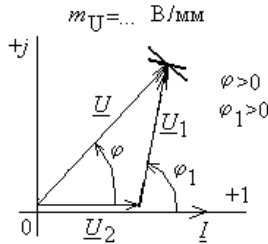

Рис. 3.4
3. Вычислить напряжение на сопротивлении  $R_2$ :  $U_2 = IR_2$ . Записать его величину в табл. 3.3. Выбрать масштаб векторов напряжений  $m_U$  (В/мм). Принять начальную фазу тока равной нулю:  $\underline{I} = I$ . Отложить  $\underline{I}$  и  $\underline{U}_2$  на комплексной плоскости вдоль оси абсцисс. Дополнить топографическую диаграмму напряжений векторами  $\underline{U}_1$  и  $\underline{U}$  (все векторы напряжений строятся в одном масштабе  $m_U$ ). Векторы напряжений образуют треугольник, одна из вершин которого лежит в начале координат, а найти другую можно с помощью засечек, сделанных циркулем. Пример векторной диаграммы показан на рис. 3.4.